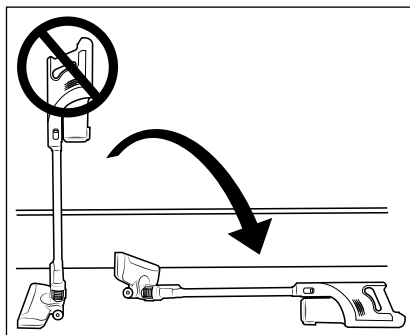

Bild 9
- Insugsöppningarna på dammsugaren och golvborsten ②② och dammsugarröret ②④ måste vara fria från föremål som kan orsaka ett stopp. Om det är stopp i dammsugaren blir den överhettad och motorn skadas.
- Kontrollera alltid att EPA-filtret ⑤ sitter på plats innan du dammsuger.
- Ställ inte dammsugaren upprätt om du tar en paus och sätter ifrån dig den tillfälligt. Sätt i så fall dammsugaren i vägghållaren ⑮ eller lägg den på golvet (se bild 9 och 10). Eftersom dammsugarens tyngdpunkt ligger så högt kan den välta och skadas och i vissa fall även skada andra föremål i närheten.